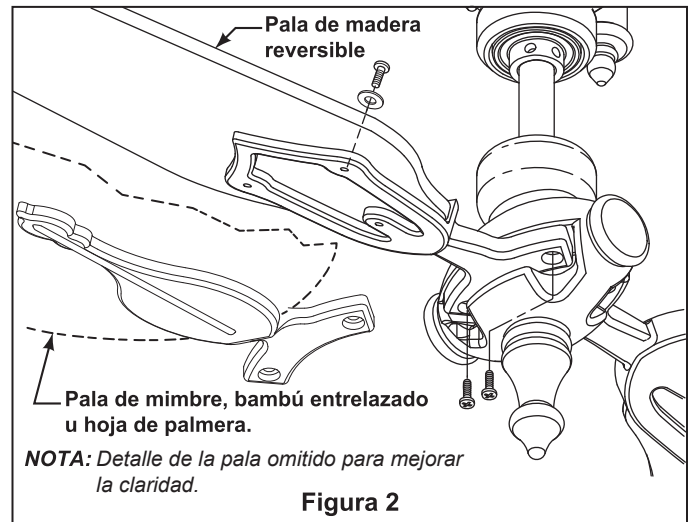

Figura 2
- ☐ 2. Monte a continuación la pala ensamblada / soporte con pala en el volante y asegúrelo con los tornillos del mismo (Figura 2)